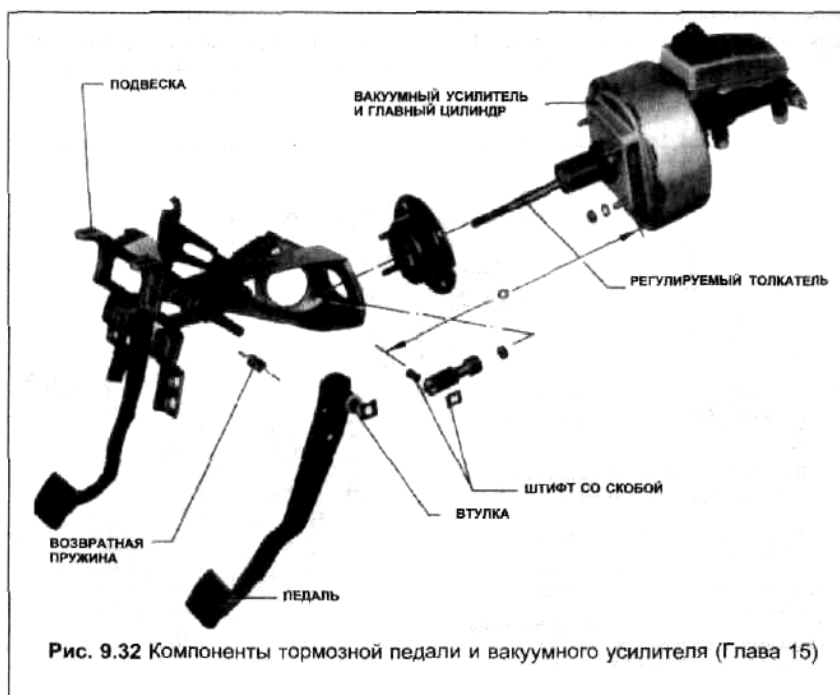

Рис. 9.32 Компоненты тормозной педали и вакуумного усилителя (Глава 15)
- 1 Педаль тормоза и сцепления совместно используют общую сборку подвески и ось шарнира. Однако, на некоторых моделях ось шарнира установлена на подвеске (Рисунок 9.32).